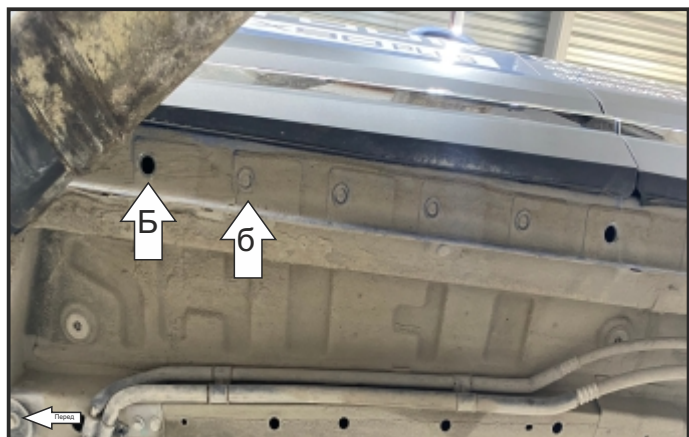
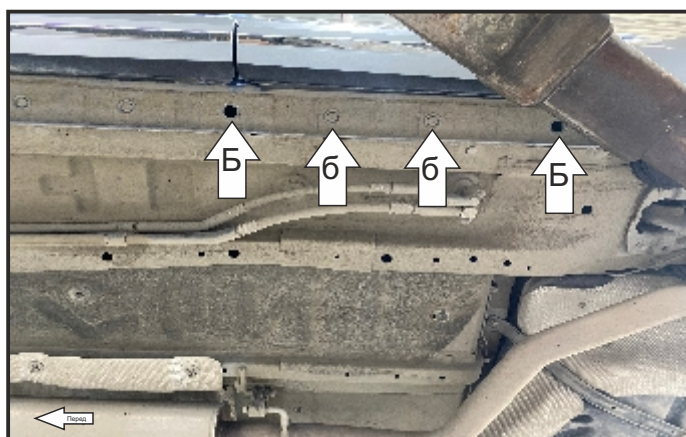

Рис. 4
Рис. 5
2. Установить закладные с проволокой через отв. (б) в отв. (Б). (Рис. 4. Рис.5).